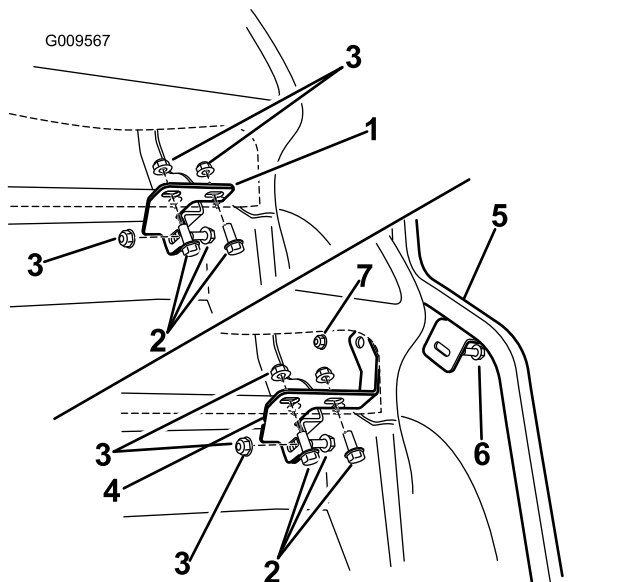

Рисунок 4
3. Найдите установленный кронштейн, прикрепленный к поперечной трубе и под правой стороной приборной панели, снимите кронштейн под приборной панелью (Рисунок 4).
- A. Вставьте болт приборной панели (5/16 x 1 дюйм) через правую переднюю опорную трубу, приборную панель и кронштейн приборной панели (Рисунок 4).
- B. Установите, не затягивая, фланцевую гайку (5/16 дюйма) для крепления кронштейна приборной панели и опорной трубы к машине (Рисунок 4).
- C. Установите, не затягивая, остальные снятые ранее крепежные детали, чтобы прикрепить кронштейн приборной панели к поперечной трубе и раме (Рисунок 4).